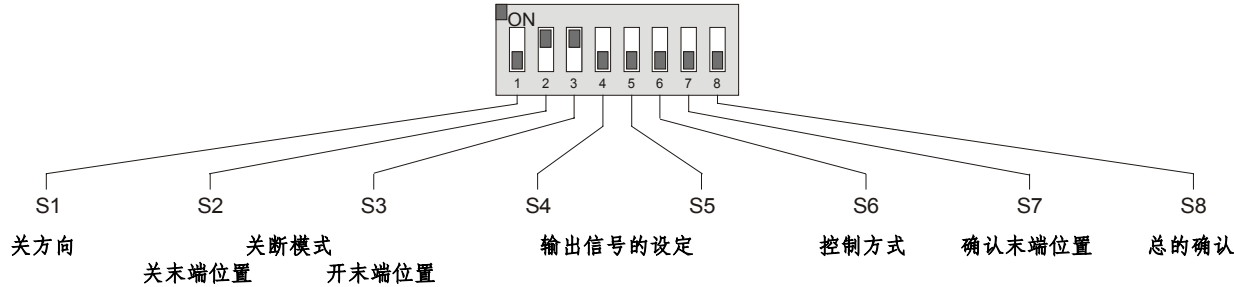

图 9: DIP 开关 (标准的设定)
- DIP 开关 S8 必须在 ON 的位置（见图 9，第 6.3 节）。